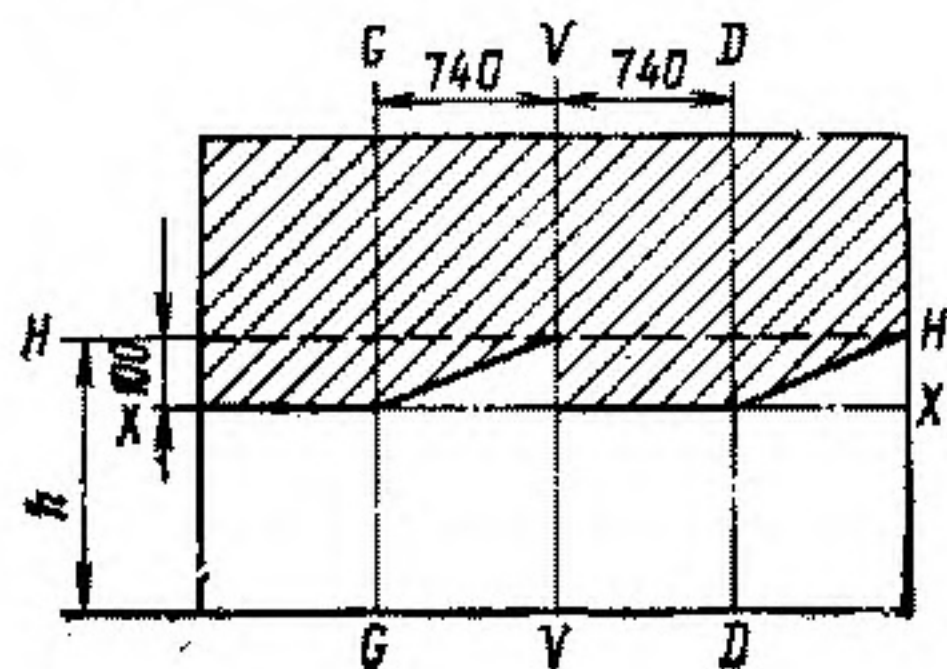

Рис. 42. Разметка экрана для регулировки фар с оптическим элементом ФГ140:
1. Установить ненагруженный автомобиль на расстоянии 5 м от экрана, на котором сделана разметка в соответствии с рис. 42. Ось автомобиля должна быть перпендикулярна экрану.
5. Включить ближний свет и, закрыв одну из фар, отрегулировать другую боковым и верхним винтами так, чтобы световое пятно располагалось, как показано на рис. 42.